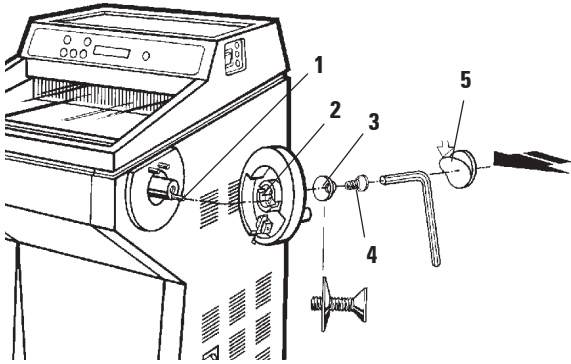

Abb. 5
- Stift (1) der Handradachse in Bohrung (2) des Handrades einsetzen.
- Federscheibe (3) wie in Abb. 5 gezeigt auf Schraube (4) aufsetzen.
- Schraube (4) mit Inbusschlüssel (5 mm) festziehen.
- Abdeckscheibe (5) (selbstklebend) anbringen.